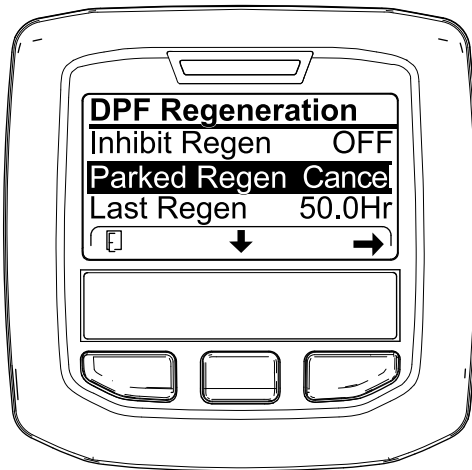
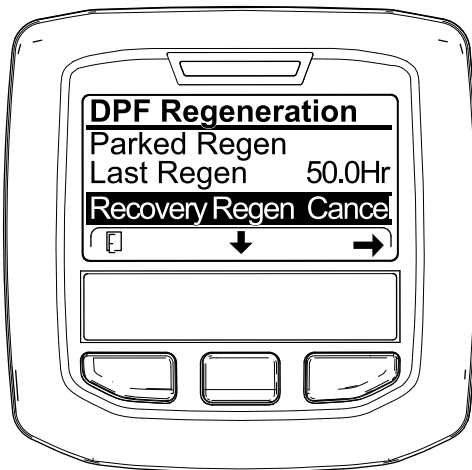

Bild 98
Bild 99
1. Zugreifen auf das Menü für die Regenerierung des Dieselpartikelfilters (**Bild 98**)
2. Drücken Sie die mittlere Taste, um auf die Option PARKED REGEN. CANCEL (**Bild 98**) oder RECOVERY REGEN. CANCEL zu navigieren (**Bild 99**).
3. Drücken Sie die rechte Taste, um den Eintrag „Regen. Cancel“ auszuwählen (**Bild 98** oder **Bild 99**).